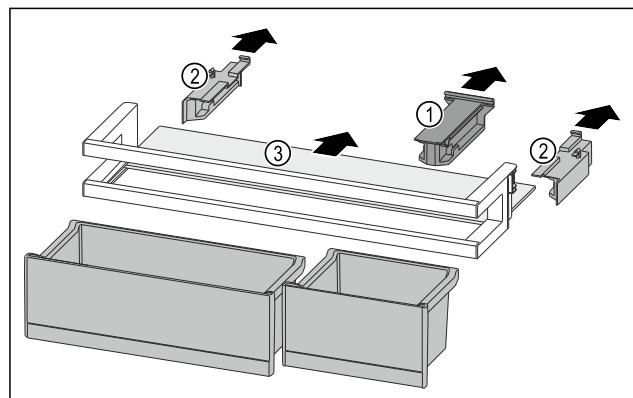

Fig. 127
- ▶ Изтеглете задържащата част Fig. 127 (1).
- ▶ Изтеглете страничните части Fig. 127 (2).
- ▶ Сваляте рафта Fig. 127 (3).